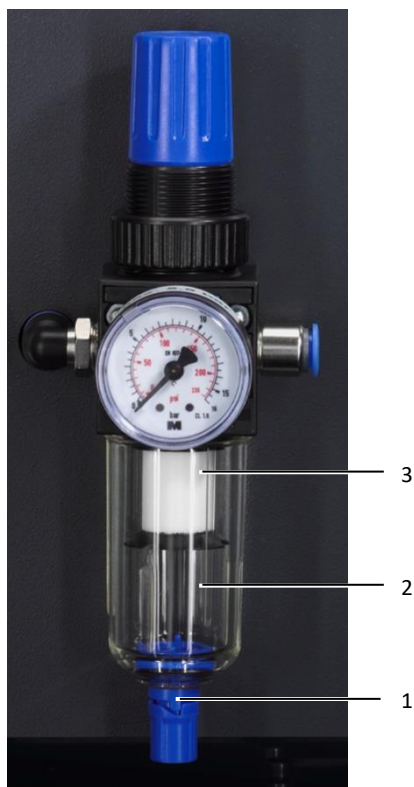

Fig. 29: Trykluftserviceenhed
- Tryk drænskruen (fig. 29, pos. 1) opad for at dræne for kondensvand.
- Skru kondensvandsbeholderen (fig. 29, pos. 2) af, og drej filteret (fig. 29, pos. 3) ud, hvis det skal skiftes.